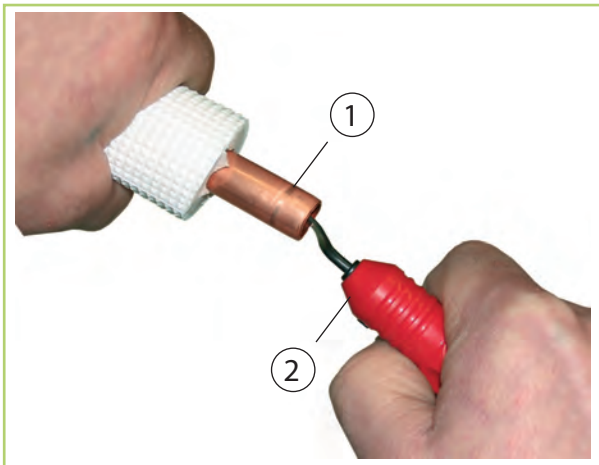
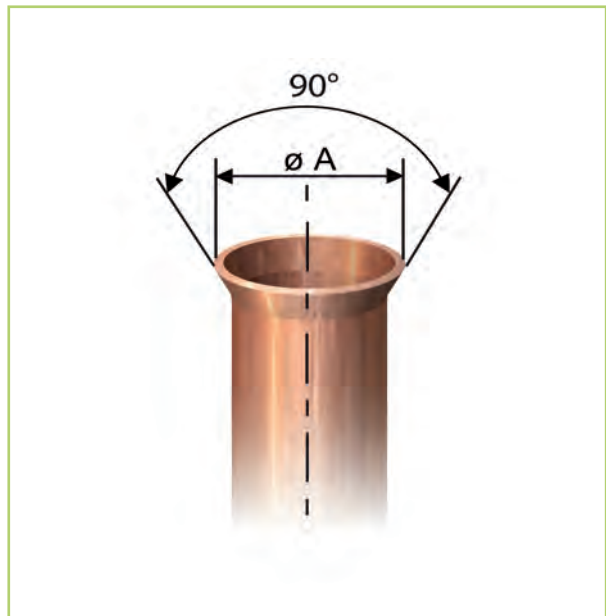

Abb. 46: Entgraten der Kältemittelleitung
Abb. 48: Korrekte Bördelform
- Zur Erstellung der Anschlüsse an die Module müssen die Kupferrohre mit einem Bördel versehen werden. Dabei ist auf eine korrekte Form des Bördels und passende Überwurfmut-tern (im Lieferumfang) zu achten (Abb. 46 bis Abb. 48).